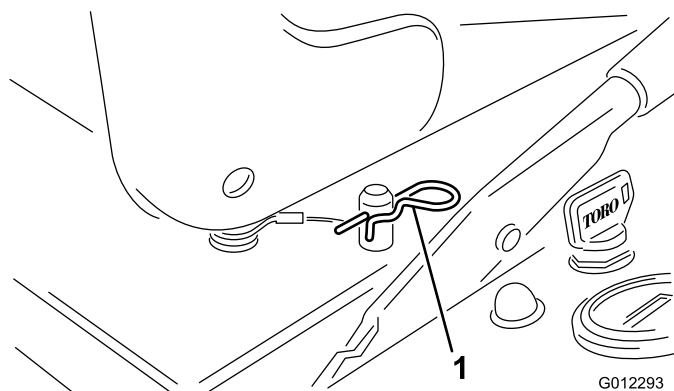

Figure 19
1. Enlevez la goupille de retenue de la béquille de support du siège (Figure 19).